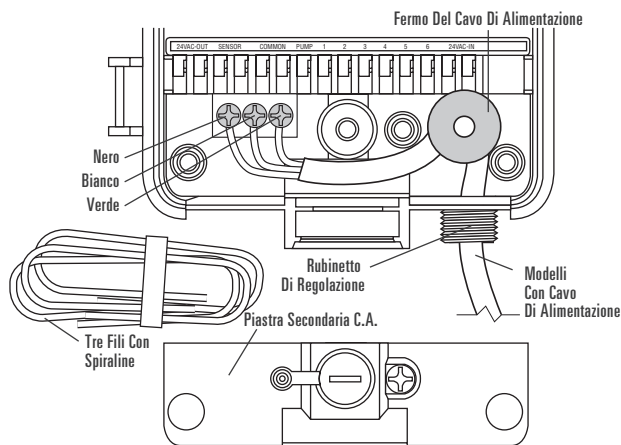

Figura A4: Rimozione del cavo di alimentazione
- Allentare le viti sul dispositivo di fissaggio del cavo di alimentazione unitamente alle tre viti sulla morsettiera, quindi estrarre completamente il cavo di alimentazione. [Vedere la Figura A4]